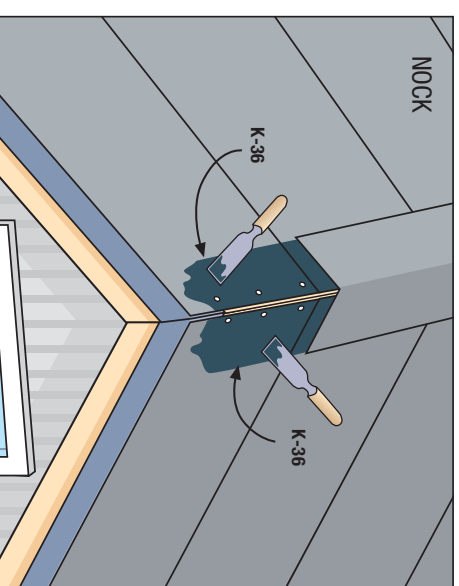
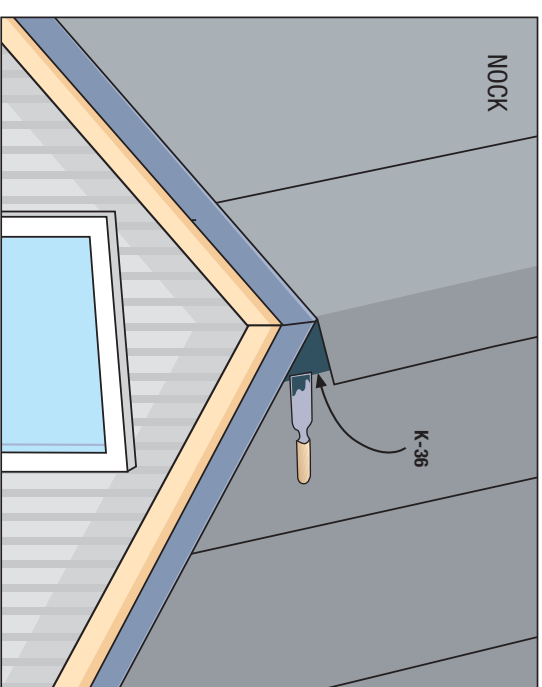

Bild 9
Bild 12
6.a Nocken (bild 9)
Vid vågrät montering skärs vanligen det första takfallets våd av längsnocken och det andra takfallets våd viks ca 15 cm övernocken och limmas med Tätklister K-36 (**bild 12**). Om båda takfallens våder skärs av längsnocken limmas pånocken en ca 30 cm bred TopTite remsa såsom vid vertikal läggning (**bild 9**).